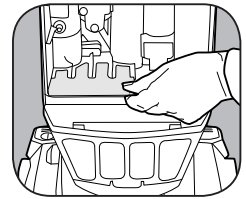

Fig. 3
2. Retire el filtro secundario deslizando el mismo hacia afuera desde debajo del soporte de la bolsa (Fig. 3).